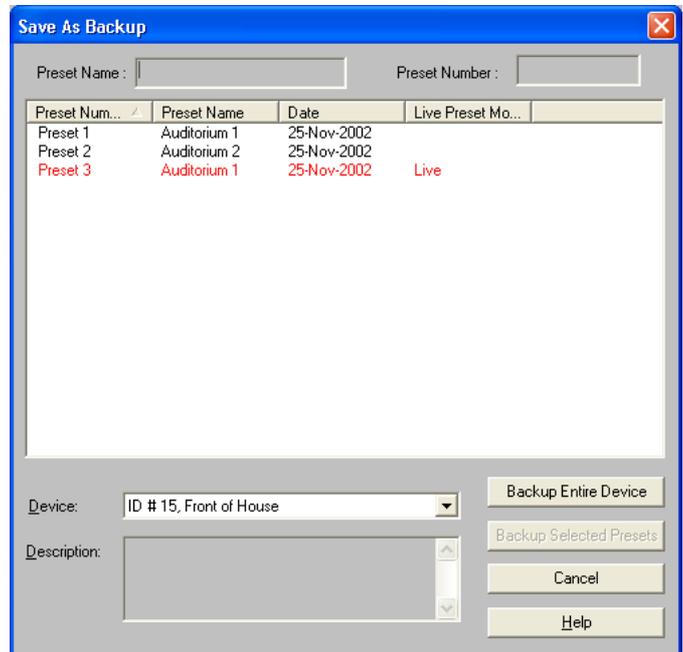

FIGURA 4-5: Cuadro de diálogo "Save As Backup"
3. Se visualiza el cuadro de diálogo "Save As Backup" (guardar como copia de respaldo), como se ilustra a la derecha en la Figura 4-5.